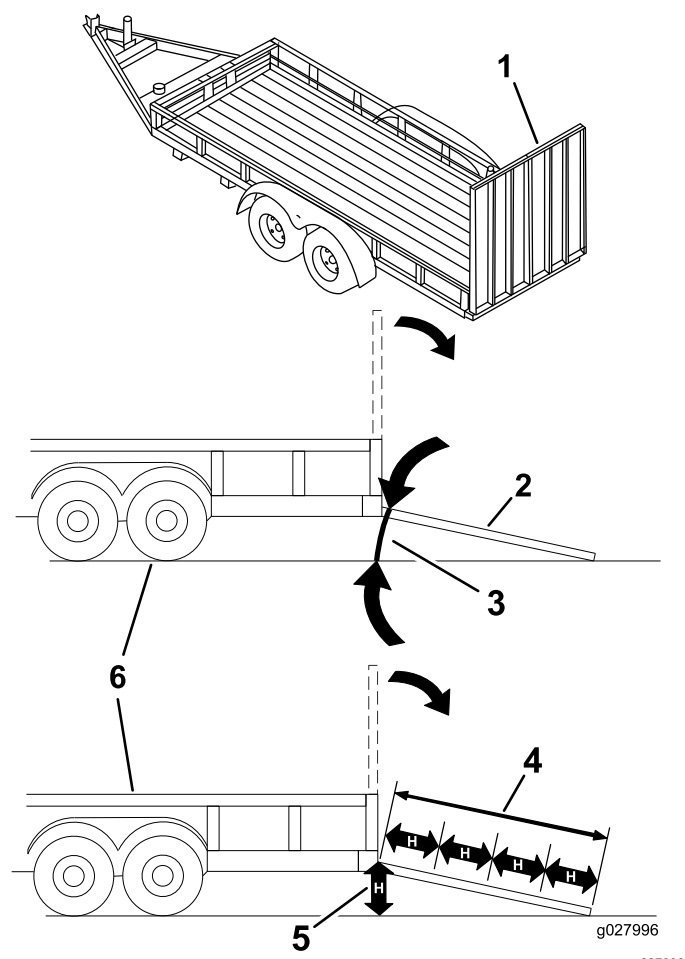

Figure 38
Le chargement de la machine sur une remorque ou un camion augmente le risque de basculement et donc de blessures graves ou mortelles (Figure 38).
3. Abaissez la rampe pour que l'angle avec le sol ne dépasse pas 15 degrés (Figure 38).
1. Abaissez la rampe pour que l'angle avec le sol ne dépasse pas 15 degrés (Figure 38).